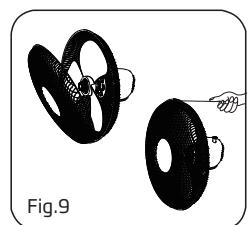

Fig.9
- Fixez les grilles avant et arrière à l'aide des clips puis assurez le tout à l'aide des vis et de l'écrou. (Fig.9)